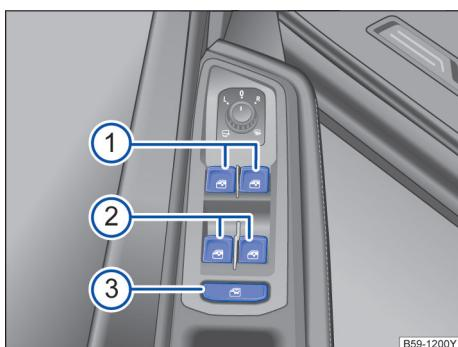
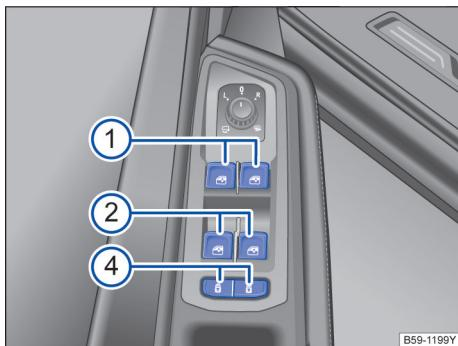

图 69 在驾驶员侧车门内：前部和后部车窗升降器的按钮
图 70 Teramont X 车型在驾驶员侧车门内：前部和后部车窗升降器的按钮
→ 图 69 或 → 图 70 的图例：
：安全按钮 → 图 69③ 停用后车窗控制按钮。这时按钮中的黄色指示灯亮起。
：儿童安全锁按钮 → 图 70④ 开启或停用后车门内的车窗升降。开启或停用后车门儿童电子安全锁。